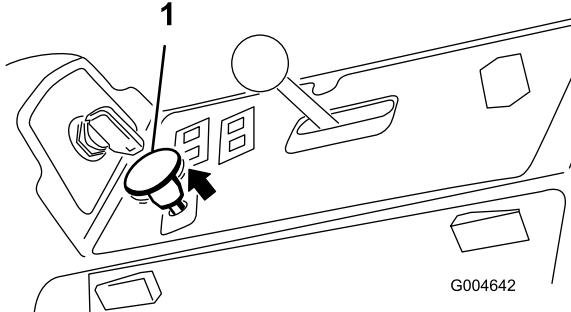

Figura 57
- Tire del mando de la toma de fuerza para engranarla (Figura 57).